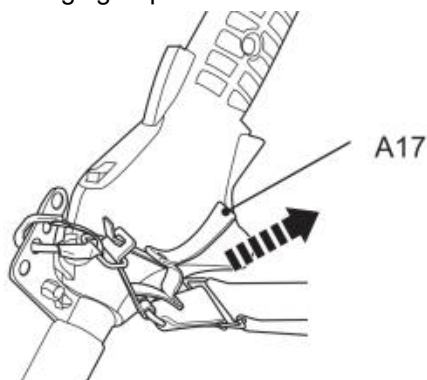

Fig. 34
5. In geval van nood, houd de voorste handgreep (A27) met uw linkerhand vast en trek met uw rechterhand aan het touw (A17) (Fig. 34). De metalen vergrendelingsstang zal door het gewicht van het product automatisch uit de bevestigingsclip loskomen.